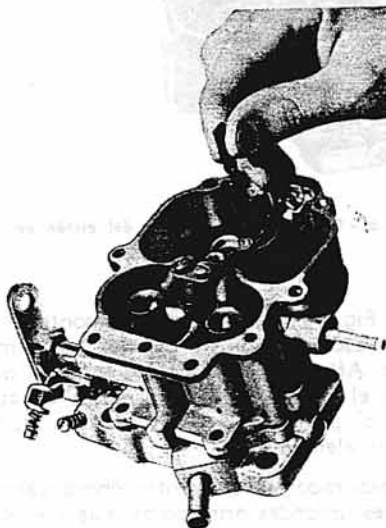

Fig. 9. - Verificar el funcionamiento del sistema de bomba de aceleración.
6. Instale las dos bolillas, de control de admisión y descarga de la bomba de aceleración (Ver Fig. 9), para probar este circuito.